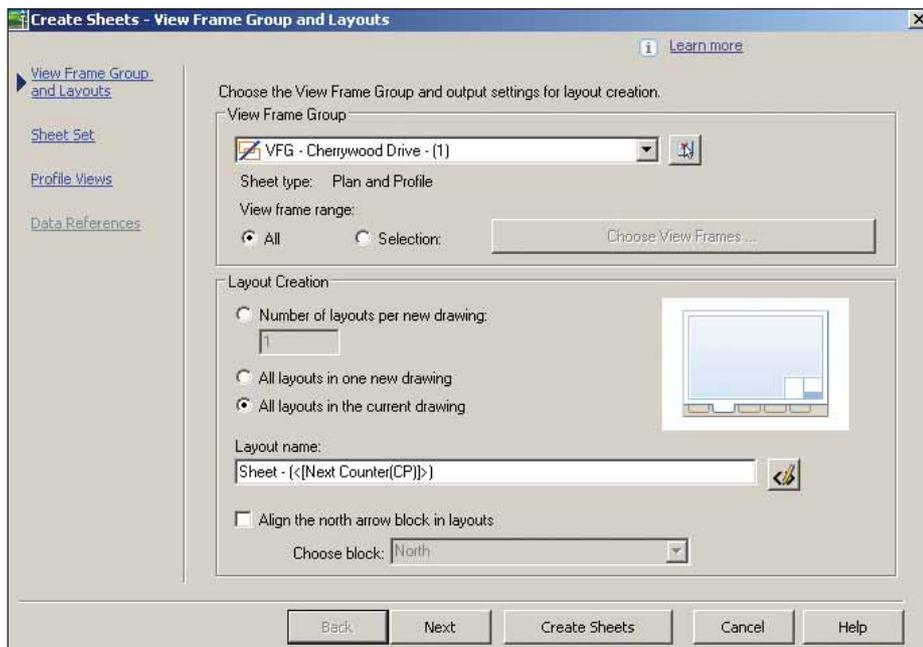

Рис. 2
*Create Sheets wizard (Мастер создания листов)* по группе видовых экранов формирует комплект листов либо в текущем чертеже, либо с созданием новых чертежей (по числу видовых экранов). Кроме того, создается подшивка, содержащая ссылки на листы, которая позволяет упростить работу с комплектом документов, используя средства AutoCAD (*Диспетчер подшивок*) (рис. 2).